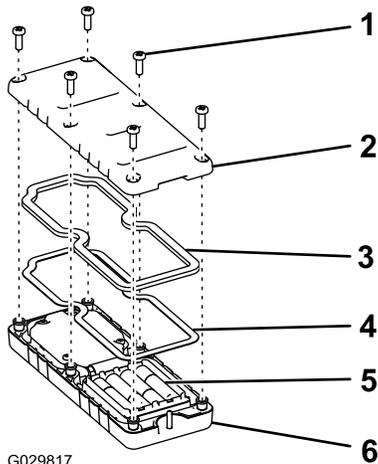

图16
2. 将电池逐一放入电池端子仓位，遵循正确的电池极性（图16）。
3. 确保钢垫片和橡胶密封件正确放置于遥控器的槽内，然后将后盖放回原位（图16）。
4. 用 6 个螺丝固定后盖（图16），上紧螺丝扭矩至 1.5~1.7Nm。